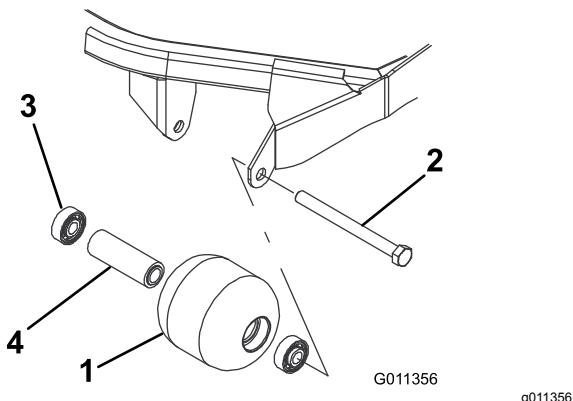

Figura 80
1. Retire o parafuso de montagem do rolo (Figura 80).
4. Verifique se a estrutura dos rolamentos, os rolamentos e o espaçador de rolamentos estão danificados (Figura 80).
1. Introduza o primeiro rolamento na estrutura do rolo (Figura 80). Empurre só a calha externa ou, então, exerça o mesmo tipo de pressão nas calhas interna e externa.
2. Coloque o espaçador (Figura 80)
3. Introduza o segundo rolamento na estrutura do rolo (Figura 80) exercendo o mesmo tipo de pressão nas calhas interna e externa até a calha interna entrar em contacto com o espaçador.